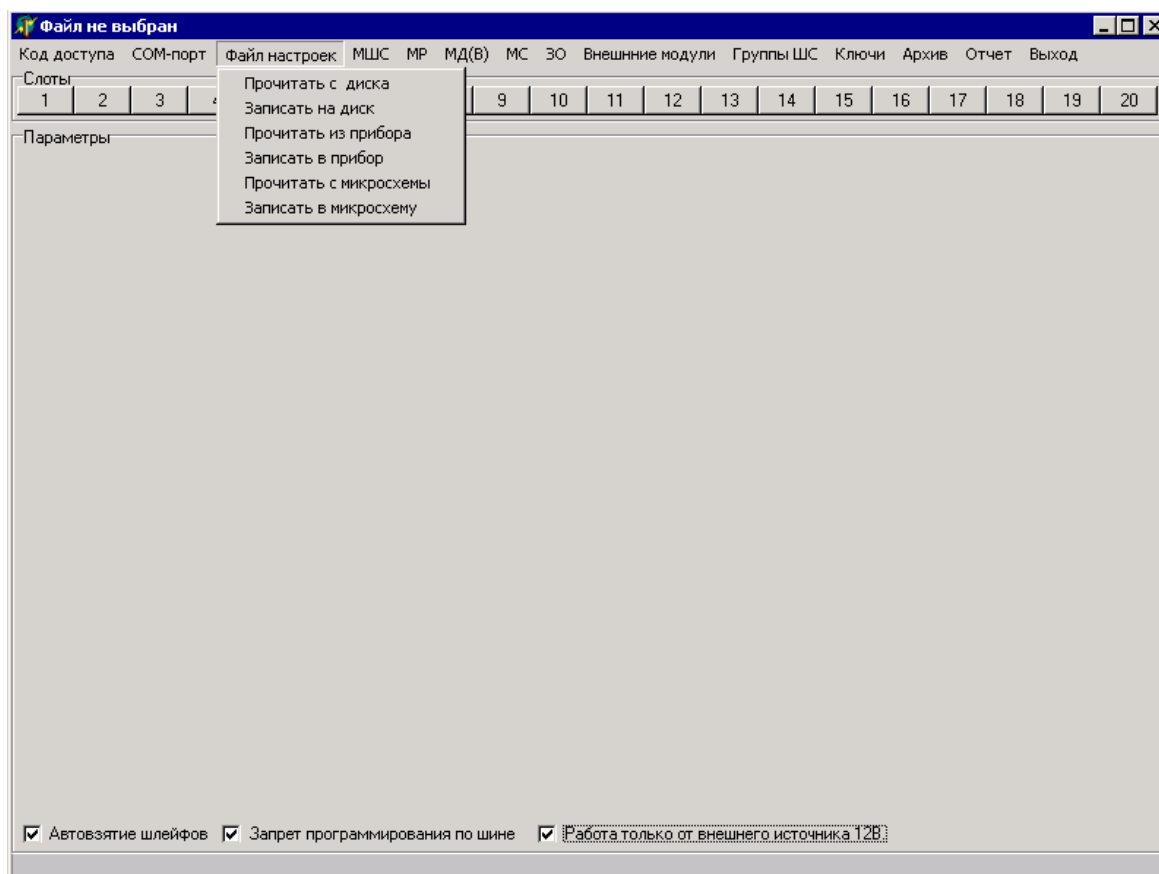
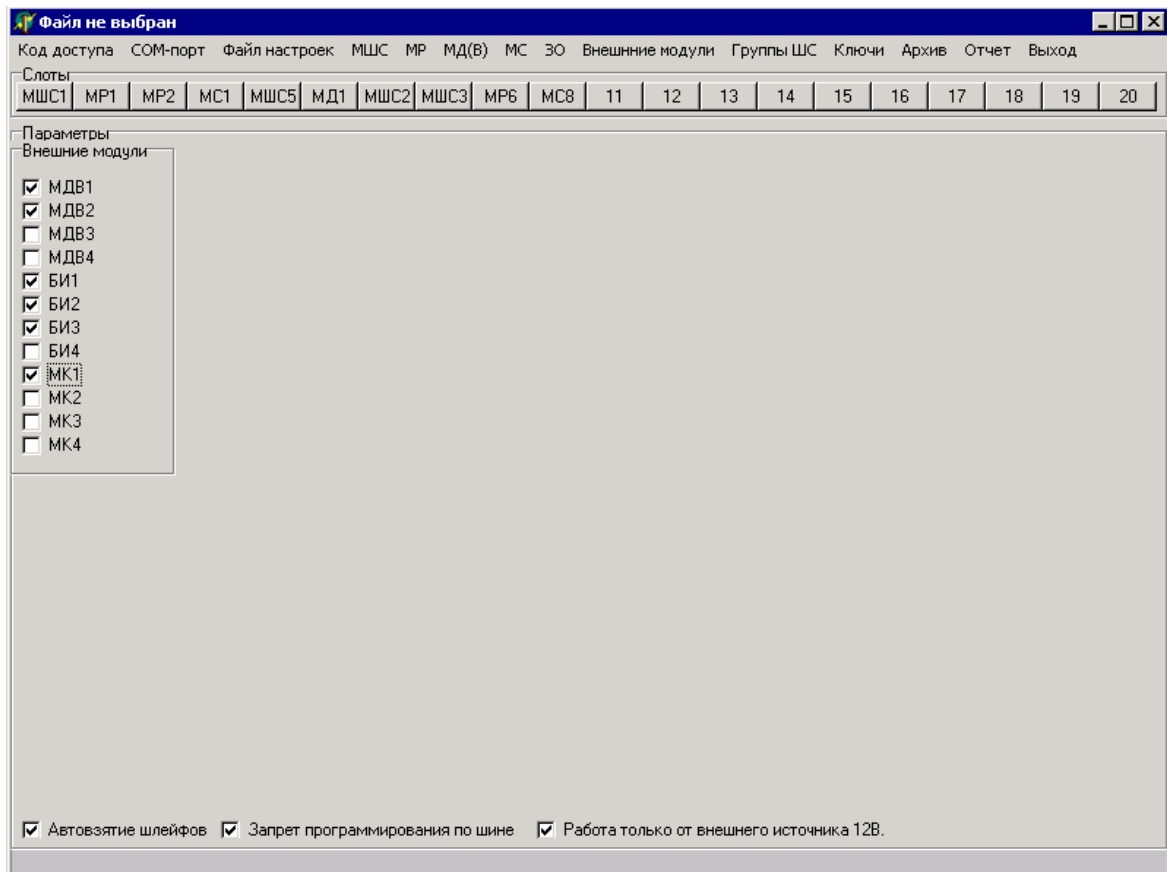

Рисунок 4
Рисунок 6
Внимание! Для включения функции программирования прибора по внешней шине необходимо сначала установить микросхему памяти прибора в МВ и на панели «Внешние модули», которая появляется в основном окне программы A7prog.exe в результате выполнения команды главного меню программы «Внешние модули», отметить значком «Ў» МК1 (рисунок 6), после чего записать файл настроек в микросхему памяти прибора, установленную в МВ (команда главного меню программы «Файл настроек \ Записать в микросхему», рисунок 4).
2.1.2.4 Программа предназначена для работы в трех режимах (рисунок 4):
2.1.2.5 Для автоматического восстановления охраны шлейфов сигнализации (далее по тексту – ШС) прибора после его перезапуска необходимо в нижней части основного окна программы установить флаг «Автозятие шлейфов» (рисунок 4).
Если питание прибора осуществляется от внешнего источника постоянного тока, необходимо в нижней части основного окна программы установить флаг «Работа только от внешнего источника 12В» (рисунок 4).
В списке внешних модулей необходимо отметить значком «v» те модули, которые реально подключены к прибору (рисунок 6):